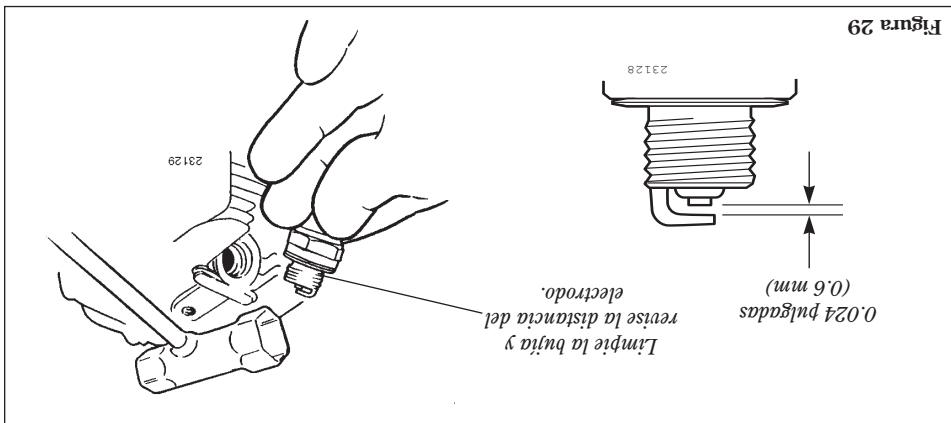

Figura 29
**Cada 10 ó 15 horas de operación:** Retire y limpie la bujía. Ajuste la distancia del electrodo a 0,024 pulgadas (0,6 mm). Si la bujía necesita ser reemplazada, use solamente una bujía NGK CMR6H o una bujía equivalente con resistencia al calor correcta. Consulte la figura 29.